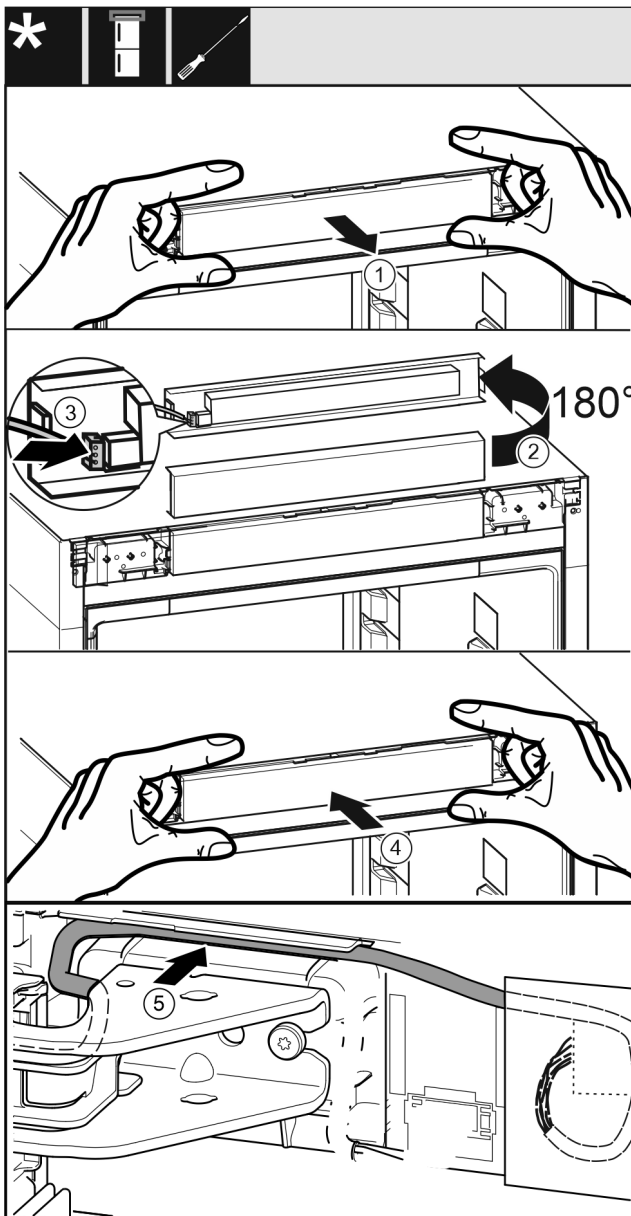

Fig. 57
- Retirer avec précaution le panneau de commande Fig. 57 (1).
- Tourner le panneau de commande Fig. 57 (2) de 180° vers le haut.
- Enclencher le connecteur Fig. 57 (3) sur le cache du panneau de commande.
- Enclencher à nouveau le panneau de commande Fig. 57 (4) sur l'appareil.
- Poser avec précaution le câble Fig. 57 (5) dans le guide au-dessus du support de palier supérieur.